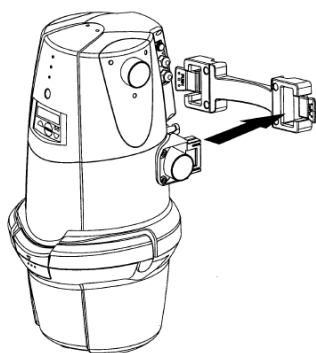

Figura 11
4. Monte a unidade de controle inserindo os encaixes retangulares nos correspondentes suportes de acoplamento, pressionando até ouvir um clique (Figura 11).